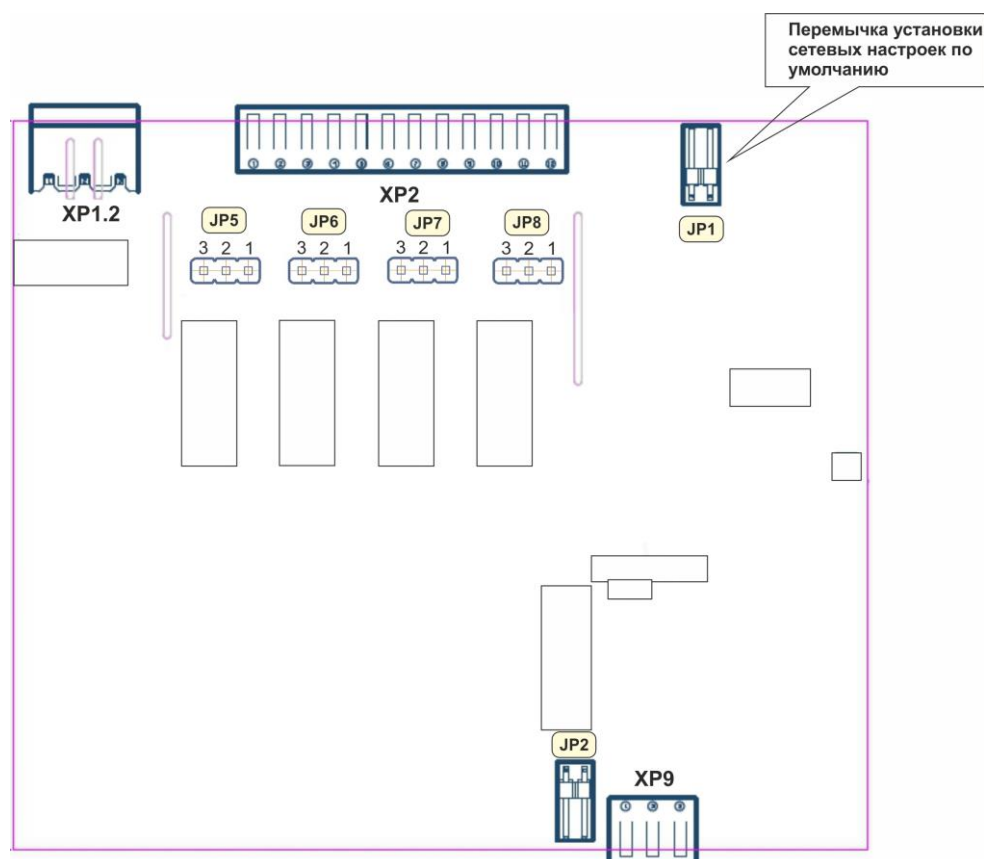

Рисунок 5.1 – Положение переключателей на плате модуля (корпус модуля снят)
4.3.6.1 Обесточить модуль, снять с шины и установить перемычку JP1 (положение – см. рис. 5.1), после чего установить модуль обратно на шину. Модуль перейдет в режим конфигурации сетевых настроек, о чем будет свидетельствовать мигание светодиода "PWR" на передней панели прибора.
Для подключения токовых датчиков с пассивным выходом, нужно установить перемычки JP5-JP8 (размещение – см. рисунок 5.1, стр. 16) в положение [1-2] и использовать схему подключений, показанную на рис. Б.2 – Б.3 (для двухпроводной и трехпроводной схемы соответственно).